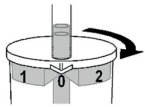

Abb. 2
3. Ved normal suging vrir du beholderen til pilen på lokket peker til en åpen stilling («0») (Fig.2)